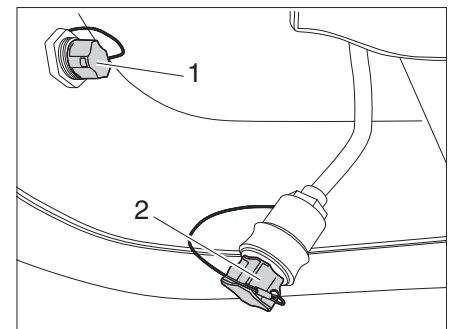

Figure 55 Dévisser les capuchons de protection
- Visser les capuchons de protection sur la fiche et la douille du raccordement électrique (Figure 55,1 et 2).